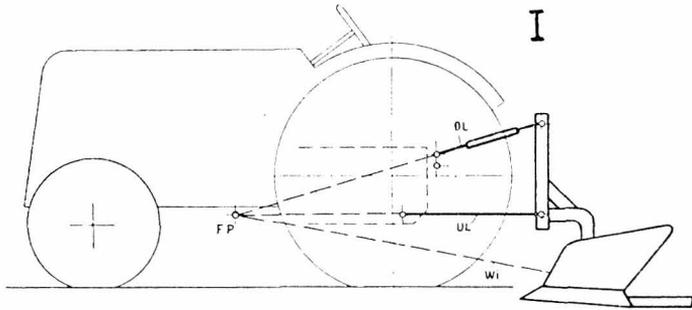

Abb. 1
vorn unter dem Traktor (Abb. 1) und die Widerstandslinie ( $W_i$ ) verläuft ziemlich flach. Diese Anordnung hat zur Folge, daß der Pflug eine sichere Führung und einen guten Sitz in der Furche aufweist.
Der Anbaupflug wird von den unteren Lenkern (UL) gezogen, während der obere Lenker in Fahrtrichtung auf den Traktor drückt. Der Druck des oberen Lenkers ist immer im theoretischen Führungspunkt ausbalanciert und ergibt eine zusätzliche Belastung des Traktors. Dieses ist besonders beim Pflügen erwünscht, denn es hilft den für den Boden so schädlichen Radschlupf zu verringern. Das Beispiel in Abb. 1 zeigt, daß sich diese zusätzliche Belastung hauptsächlich auf die Vorderräder des Traktors auswirkt. Trotz der guten Führung des Pfluges haben wir in diesem Falle einen erhöhten Schlupf der Hinterräder.